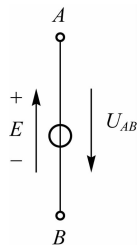

图 2-9 电源端电压与电动势的关系
(1) 电源端电压 U 反映的是电场力在外电路将正电荷由高电位点(正极)移向低电位点(负极)做功的能力。电动势 E 反映的是电源力将电源内部的正电荷从低电位点(负极)移向高电位点(正极)做功的能力。
(2) 若不考虑电源内损耗,则电源电动势在数值上与它的端电压相等,但实际方向相反,即 $E = -U$,如图 2-9 所示。